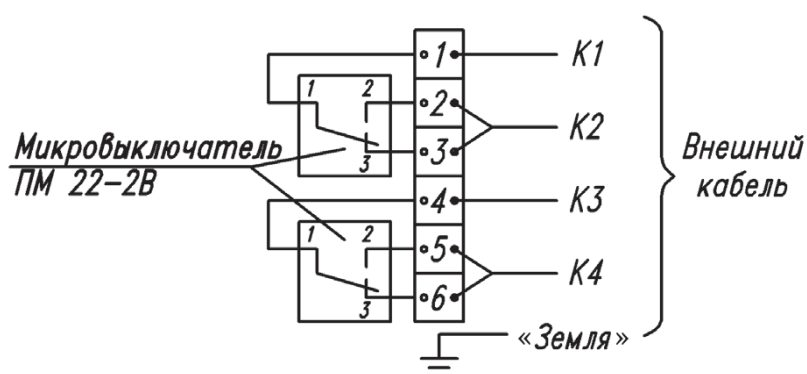
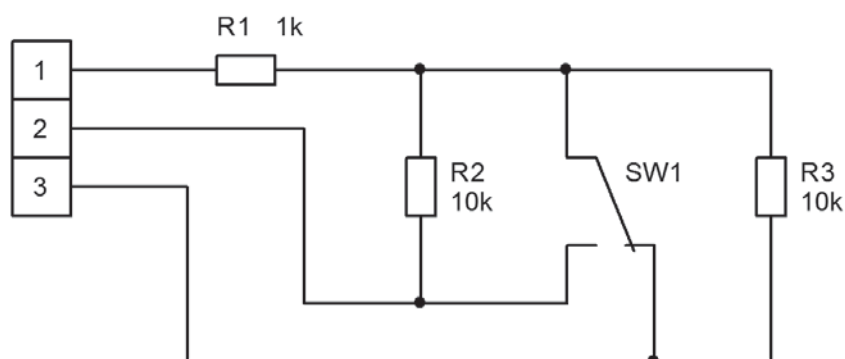

Рис. 65. Стандартная схема подключения
Рис. 66. Схема подключения по Naimur (EN60 947-5-6)
Коммутация КВД с внешними электрическими цепями осуществляется через кабельный ввод (1) и клеммную колодку (3) «под винт». Стандартная схема подключения электрических цепей «сухой контакт» представлена на рис. 65, а схема соответствующая стандарту NAMUR на рис. 66. Также существует исполнение КВД со светодиодной индикацией, КВД комплектуется крышкой (7, 1) со световым окном, что значительно упрощает процесс настройки КВД и визуального определения положения клапана при обходе установки.